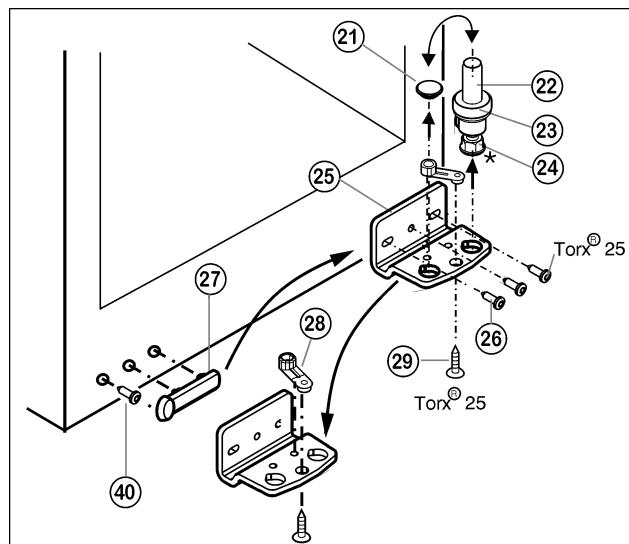

Fig. 5
- Lagerbolzen Fig. 5 (22) komplett, mit Scheibe Fig. 5 (23) und Stellfuß* Fig. 5 (24) nach oben herausziehen.
- Stopfen Fig. 5 (21) abheben.
- Lagerbock Fig. 5 (25) abschrauben Fig. 5 (26).
- Lagerteil Fig. 5 (28) abschrauben Fig. 5 (29) und in das gegenüberliegende Aufnahmeloch des Lagerbocks umsetzen, wieder festschrauben.
- Griffseitige Abdeckung Fig. 5 (27) vorsichtig abheben, Schraube Fig. 5 (40) herausdrehen und beides auf die Gegenseite umsetzen.
- Lagerbock Fig. 5 (25) auf der neuen Scharnierseite ggf. mit Hilfe eines Akkuschraubers **fest (mit 4 Nm)** wieder anschrauben.
- Stopfen Fig. 5 (21) in das andere Loch wieder einsetzen.
- Lagerbolzen Fig. 5 (22) komplett, mit Scheibe und Stellfuß*, wieder einsetzen. Dabei darauf achten, dass der Rastnocken nach hinten zeigt.
- ▶ Stopfen (33) aus der Türlagerbuchse herausheben und umsetzen.
- ▶ Türgriff (32), Stopfen (33) und Druckplatten* (34) abmontieren und auf die Gegenseite umsetzen.
- ▶ Tür von oben auf Lagerbolzen unten Fig. 5 (22) aufsetzen.
- ▶ Oberen Lagerbock (12) auf der neuen Scharnierseite in die Tür einsetzen.
- ▶ Oberen Lagerbock (12) **fest (mit 4 Nm)** anschrauben (2 mal Torx® 25) (13). Schraublöcher evtl. vorstechen oder Akkuschrauber verwenden.
- ▶ Abdeckung (10) und Abdeckung (11) jeweils auf der Gegenseite aufrasten.
- ▶ Die Tür evtl. über die beiden Langlöcher im Lagerbock unten Fig. 5 (25) fluchtend zum Gerätegehäuse ausrichten. Dazu mittlere Schraube herausdrehen.